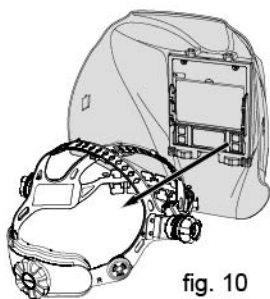

fig. 10
- Scoateți complet casca originală (consultați fig. 10).